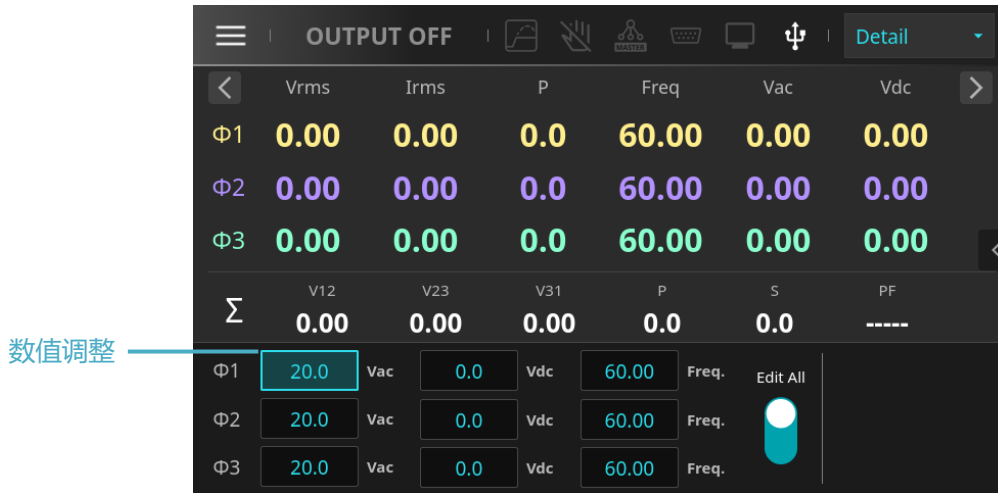

图 4-8 按压旋钮进行数值调整
- 于选定的参数项目后，按压旋钮，可进入所选定参数项目的调整状态，等同于“Enter”键的效果，如图 4-8 所示。